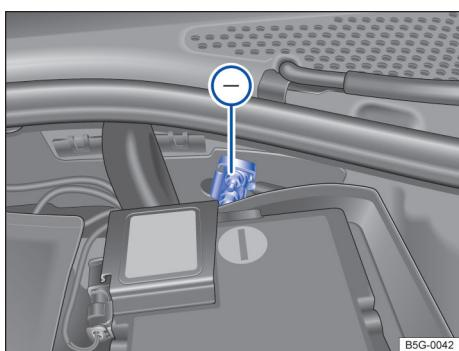

图 120 发动机舱内：跨接起动接点（接地端）
发动机舱内，有一个用于连接黑色跨接电缆的跨接起动连接点（接地端）→图 120 ①。